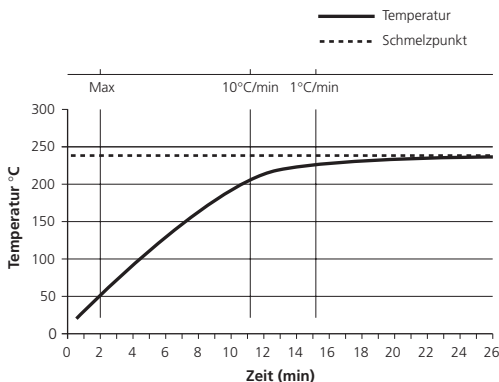

Abb. 6
6. Um den Schmelzbereich schnell und präzise bestimmen zu können, muss die Probe zunächst schnell auf Temperatur gebracht werden, um dann bei Annäherung an den Schmelzpunkt eine weitaus niedrigere Heizrate zu verwenden (Abb. 6 zeigt die ideale Erhitzungskurve für eine Probe mit einem Schmelzpunkt von 240°C).